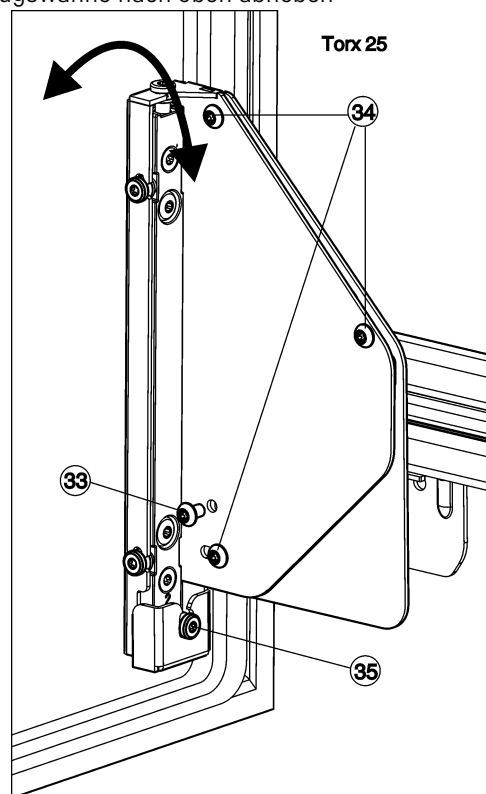

Fig. 26
- Die Schraube Fig. 26 (33) vollständig herausschrauben.
- ▷ Die Schraube Fig. 26 (33) entsorgen, sie wird nicht mehr benötigt.
- Schrauben Fig. 26 (34) mit 1 bis 2 Umdrehungen nur lösen.
- Verstellerschraube Fig. 26 (35) drehen. Im Uhrzeigersinn: die Tür oben neigt sich vom Gerätekörper weg. Entgegen dem Uhrzeigersinn: die Tür oben neigt sich zum Gerät und unten weg vom Gerätekörper.
- Nach Beendigung der Neigungsverstellung alle Schrauben Fig. 26 (34) wieder fest anziehen.